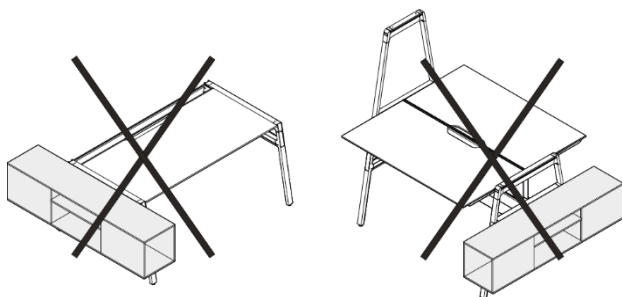

Figura 25 Espacio lateral de almacenamiento, montaje no admisible
- Puesto individual de trabajo (véase Figura 25, izquierda).
- En un arco (véase Figura 25, derecha).